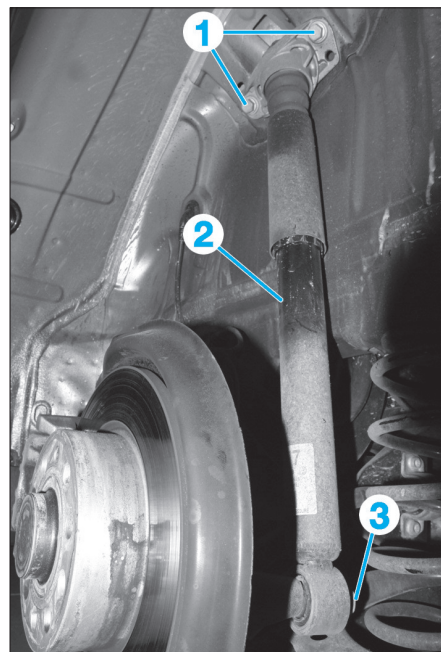

Fig. 20
- les vis de fixation supérieures (1) de l'amortisseur (2) (**Fig.20**),
- la vis de fixation inférieure (3) de l'amortisseur (2),
- l'amortisseur (2).